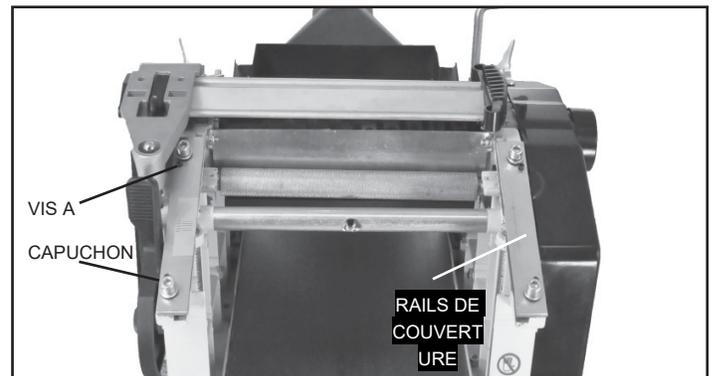

FIG. 5
1. Retirez les vis de quatre bouchons de tête de prise (#123) des rails de couverture (#125) de la table d'alimentation qui ont été préinstallés sur les côtés du cadre de la machine. FIG. 5.